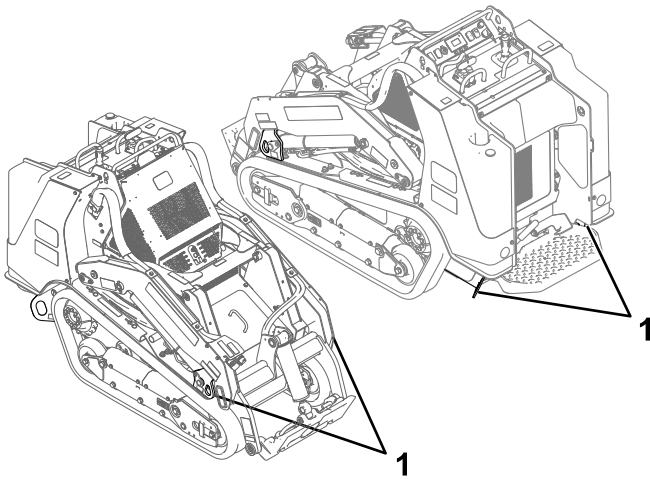

Figura 25
8. Utilice los puntos de amarre metálicos de la máquina para sujetar la máquina firmemente al remolque o al camión con correas, cadenas, cables o cuerdas (Figura 25). Consulte la normativa local respecto a los requisitos de amarre.